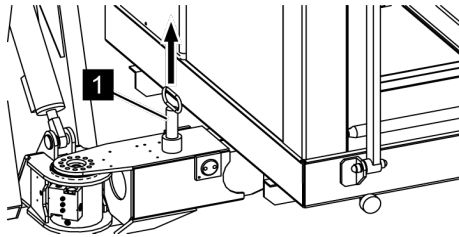

Fig. 108: Retirer la cheville de verrouillage
4. ➔ Retirer la cheville de verrouillage (Voir la Fig. 108/1) autant que possible vers le haut.